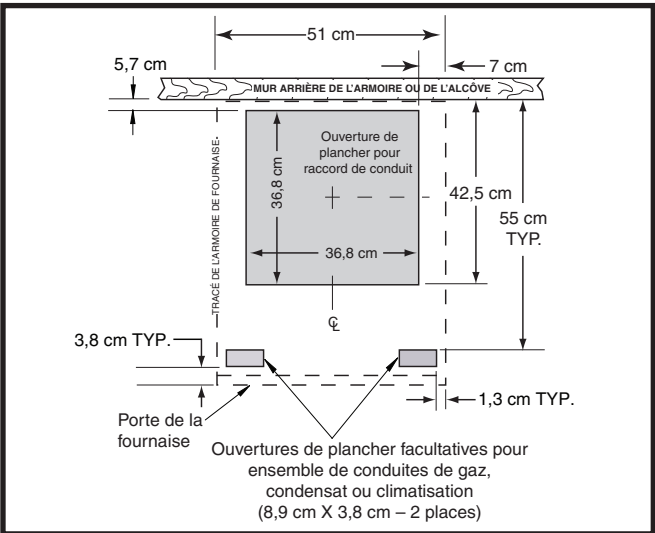
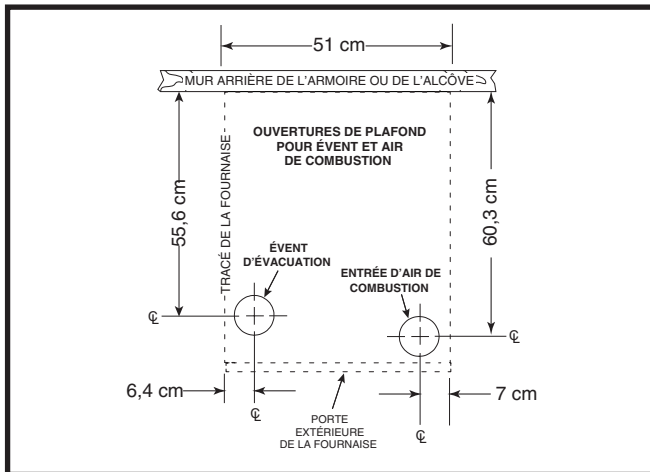

Figure 9. Dimensions de l'ouverture de plancher
Figure 10. Dimensions de l'ouverture de plafond
Pour positionner les conduites standard, consultez la Figure 9. Pour les conduits circulaires, consultez la Figure 10 (page 15).
1. Mesurez à partir du mur arrière ou de l'alcôve et marquez la ligne centrale du trou dans le plancher. En utilisant la ligne centrale comme point de départ, tracez le reste du trou pour les conduits en fonction des dimensions montrées à la Figure 9.
- Mesurez et percez un trou de gaz et une ouverture pour le serpentin de refroidissement (s'il y a lieu). Voyez la Figure 9 et la Figure 10.
Les ouvertures dans le plafond et le toit doivent être positionnées soigneusement pour prévenir les erreurs d'alignement entre la fournaise, les conduits d'air de combustion et les conduits d'évacuation. Voyez la Figure 10.
- En utilisant les lignes centrales comme point de départ, tracez le reste du trou pour les conduits en fonction des dimensions montrées à la Figure 10.